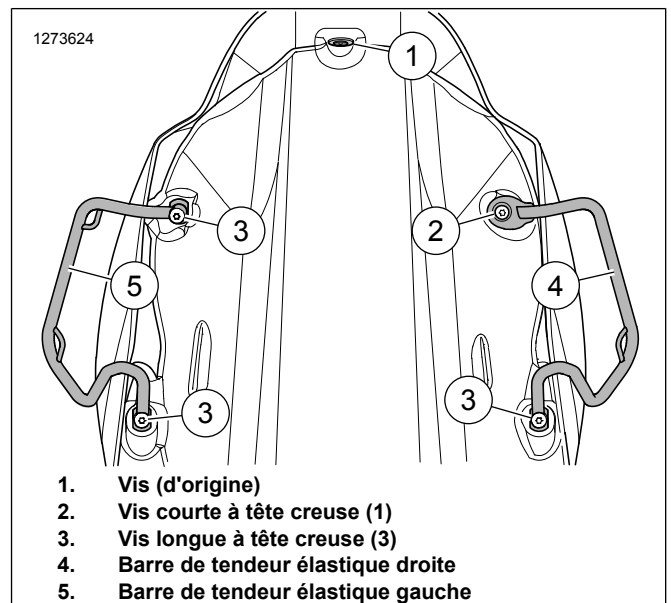

Figure 6. Barre de tendeur élastique posée
- d. Voir Figure 6. Poser la vis supérieure (1). Serrer.
5. Voir Figure 6. Répéter l'étape 4 pour la barre de tendeur élastique gauche (5).